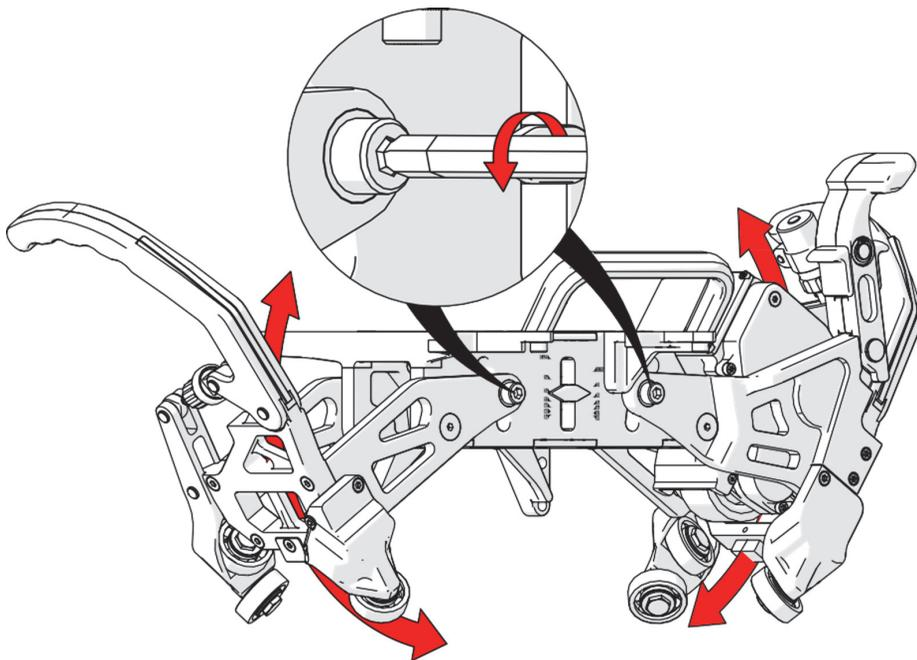

图1-29 调整管道直径
1. 用6毫米六角螺丝刀松开两个螺栓，然后转动牵引臂，使指针对准所需的直径标记（参见第46页的图1-29）。